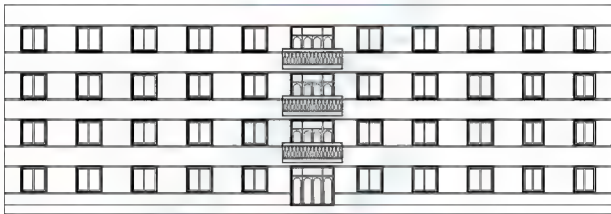

图 4.59 复制生成其他阳台
(3) 用【复制】命令生成其他阳台, 并将图形修整至图 4.59 所示的状态。